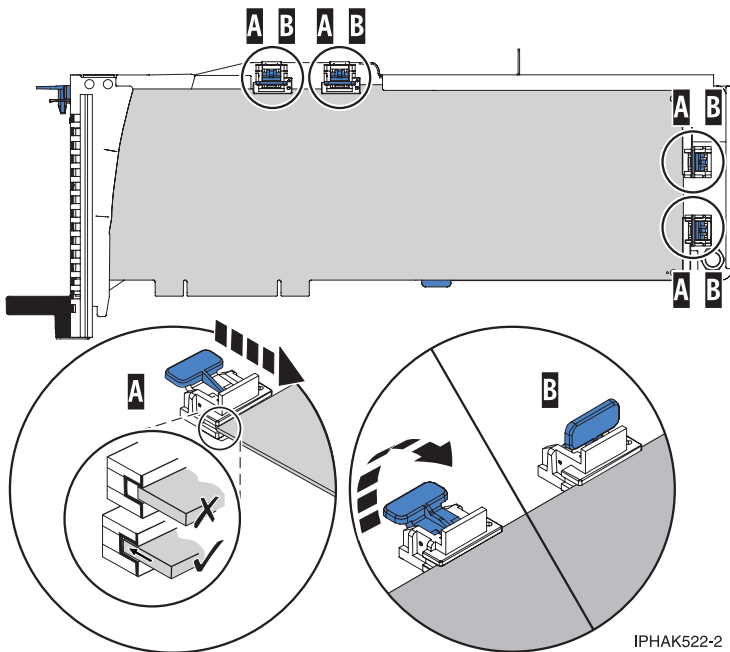

Figure 87. Installation d'une carte longue dans la cassette de cartes PCIe
- 2) Lorsque l'étrier de retenue de la carte est en position horizontale (**A**), comme illustré dans la figure 87, à la page 84, les crochets de retenue de la carte sont déverrouillés et peuvent glisser vers la carte.
- e. Faites glisser les crochets de retenue de la carte vers la carte et verrouillez les crochets (**B**) en les poussant en position verticale. Voir figure 87, à la page 84.